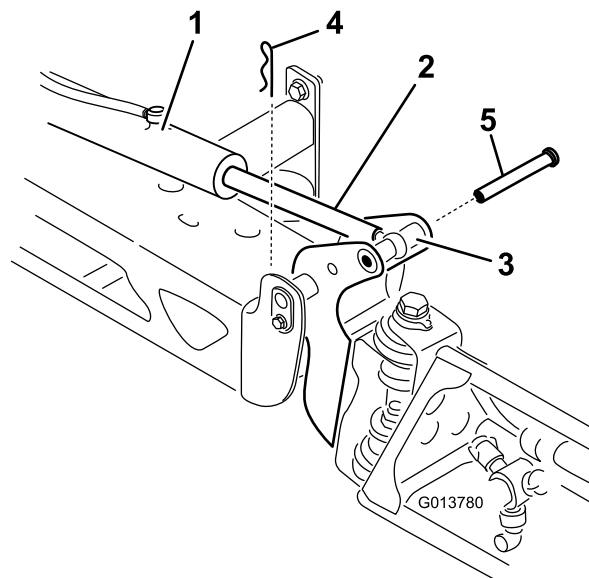

Figure 37
2. Retirez la goupille fendue de l'axe de pivot (Figure 37).
3. Soulevez la rampe et déposez l'axe (Figure 37). Abaissez lentement la rampe au sol.
6. Élevez la rampe pour aligner le pivot sur la tige d'actionneur. Tout en maintenant la rampe, insérez l'axe dans le pivot de rampe et la tige d'actionneur (Figure 37).